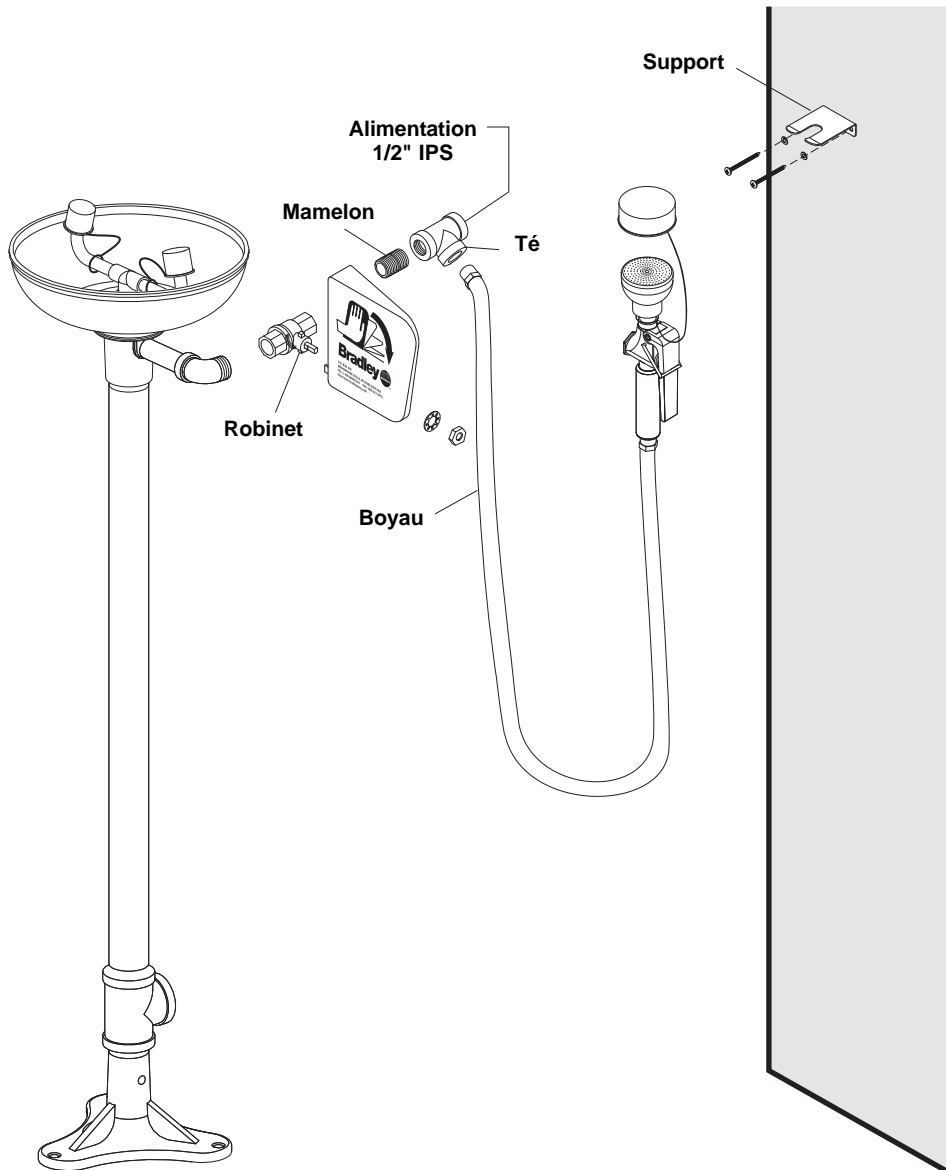

Figure 1
1. Brancher le mamelon et la té à la robinet de douche oculaire (Figure 1).